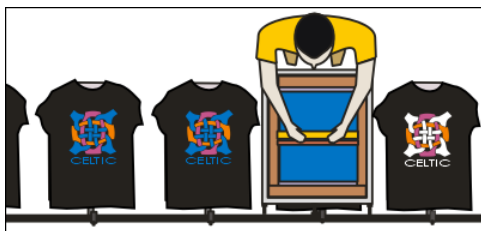

Imagen 333\_18
**19-** Se estampa el azul que es el 3º color final (Imagen 333\_18)